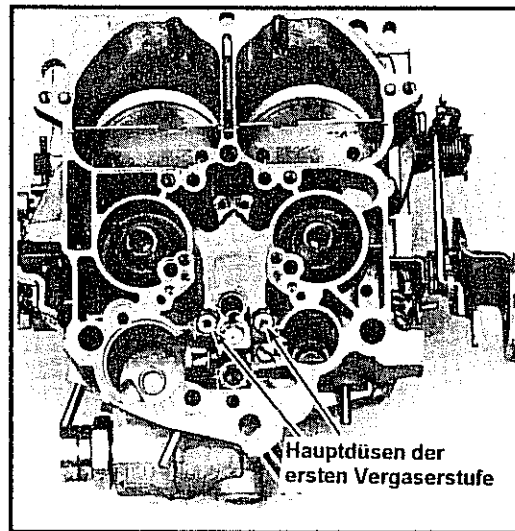

Abb. 2-95 Entfernen der Hauptdüsen, alle Quadrajet-Vergaser
12. Falls nötig mit Spezialwerkzeug J-28696 die Hauptdüsen entfernen. Siehe Abb. 2-95.
16. Die Membrandose der ersten Stufe (hinten) mit der Halterung und Gestänge durch Entfernen von zwei Schrauben aus der Halterung und Drehen der Baugruppe zum Befreien des Gestänges aus der Aufnahme im Stößel entfernen. Siehe Abb. 2-95.